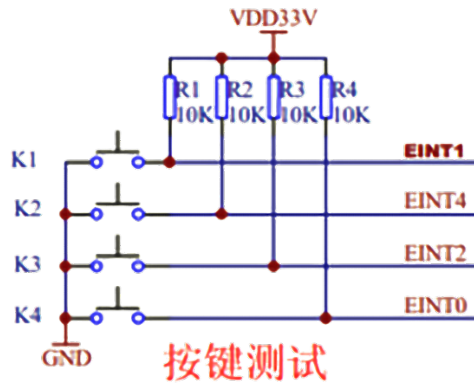

图 1.2 按键电路连接图
**实验要求：**按键控制 LED 灯（轮循）结合实验演示及所给部分代码，编写程序实现 key1 控制 led1 亮灭，key2 控制 led2 亮灭，key3 控制 led3 亮灭，key4 控制流水灯。
**实验内容：**阅读源程序，掌握汇编语言调用 C 语言和 C 语言调用汇编语言的方法。按照上述点亮 LED 灯的相关步骤，编译工程，生成可执行文件后，下载到开发板 SDRAM 中运行，观察实验现象。按键电路连线如图 1.2 所示：